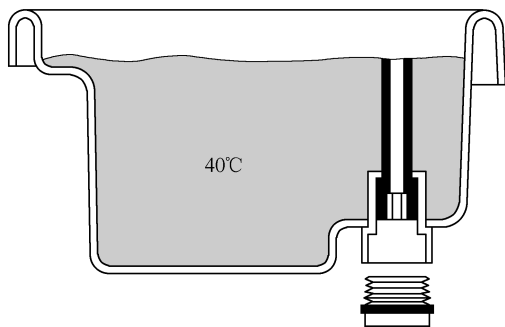

图 9-4-4 ATF 液位检查
② 变速器不处于紧急运行状态,ATF 温度不高于约 30℃。
③ 车辆处于水平位置。
④ 将变速杆置于 P 位。
9) 按“→”键。如果显示的温度为 30~40℃时,从油底壳上旋出 ATF 检查螺栓,如图 9-4-4 所示。